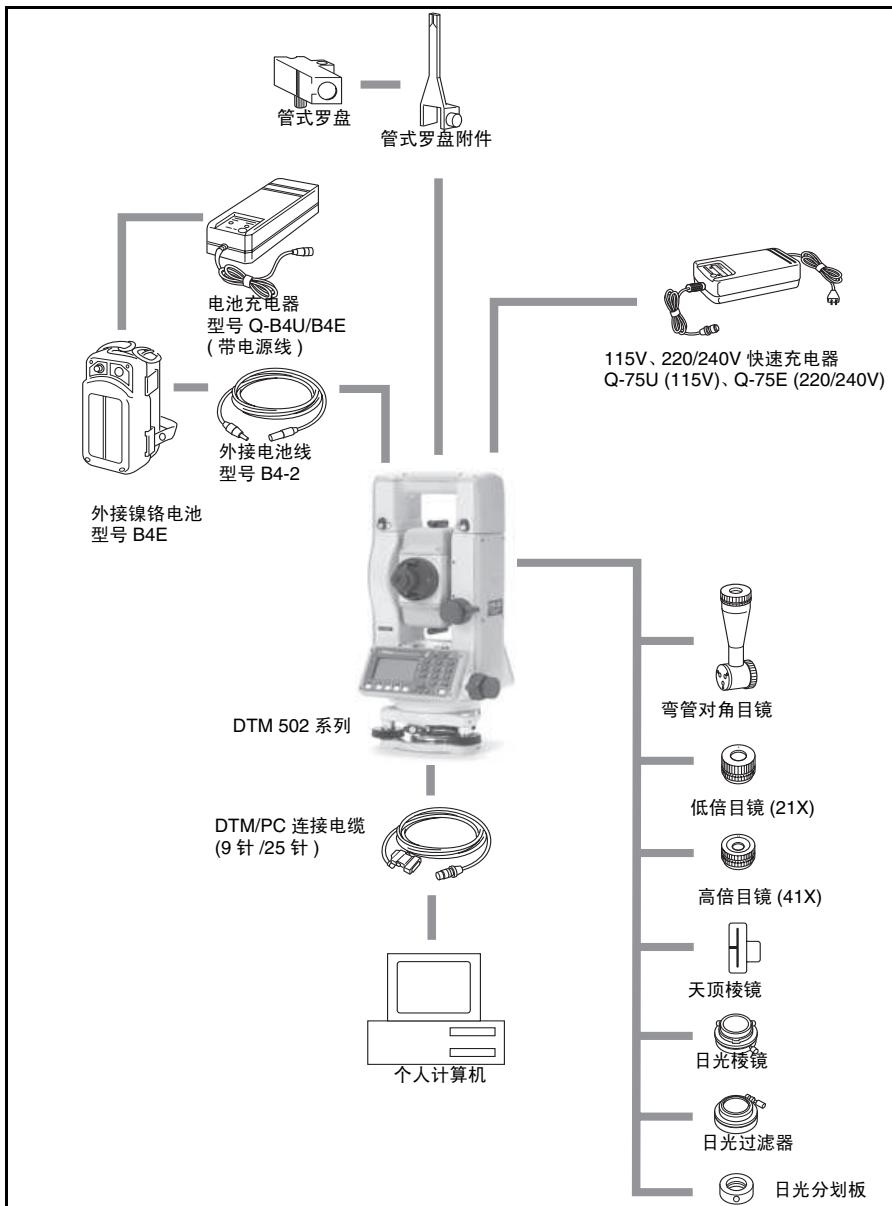

图 8.1 测量侧
**注意 -** 如果不按照图 8.1 和第 8-194 页所示的方法连接，使用本插头的风险由您自己承担。